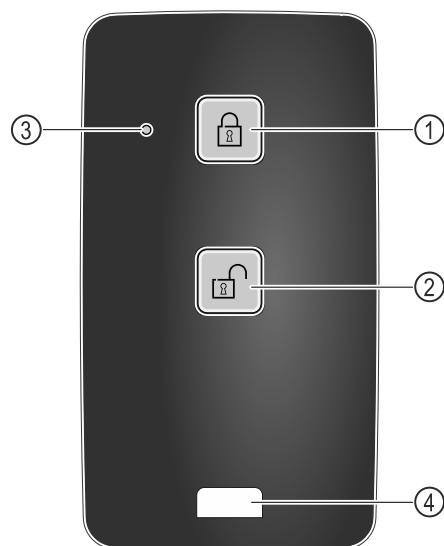

Fig. 249
- (1) Lukon lukitseminen
- (2) Lukon avaaminen
- (3) Tila-LED
- (4) Kiinnityssilmukka
- Paina kaukosäätimen painiketta Fig. 249 (1).
- Paina kaukosäätimen painiketta Fig. 249 (2).
- Tila-LED Fig. 249 (3) antaa painiketta painettaessa optisen palautteen.
- Silmukka Fig. 249 (4) kaukosäätimen kiinnittämiseen, esimerkiksi avainnippuun.